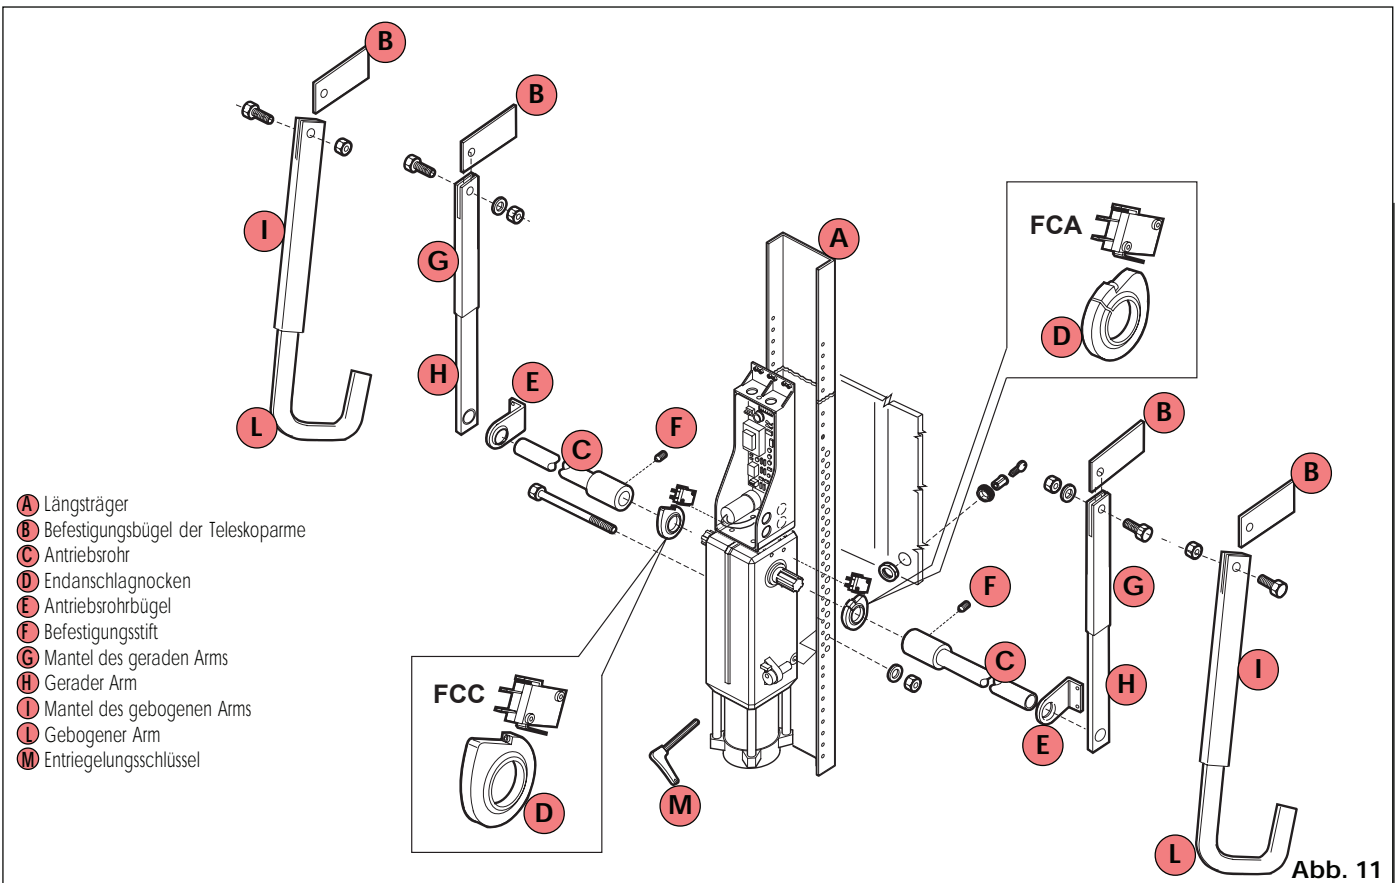

Abb. 11
3) Den Antrieb gemäß Abb. 11 mit den Schrauben aus dem Zubehör am Längsträger befestigen.
Die Teleskoparmmütel gemäß Abb. 11 mit den Bolzen und Schrauben aus dem Zubehör an den Bügeln befestigen.
➔ Bei Verwendung von Endanschlägen (optional) sind wie in Abb. 11 gezeigt zunächst die Nocken einzusetzen.